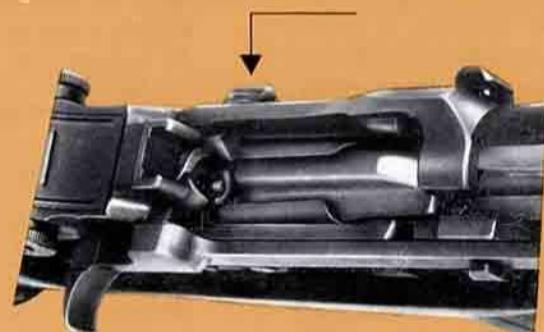

Fig. 6
- dopo aver sparato l'ultima cartuccia del caricatore, l'otturatore rimane aperto perché l'elevatore agisce sulla leva arresto per bloccare l'otturatore in posizione arretrata, (fig. 6);
- After the last round is fired, the magazine follower actuates the bolt latch which, in turn, will hold bolt in its open position, rearward (fig. 6).
- Après avoir tiré la dernière cartouche du chargeur, la culasse reste ouverte sous l'action de l'élévateur qui soulève l'arrêtéoir de culasse, ce qui a pour effet de maintenir celle-ci en position ouverte (figure 6);